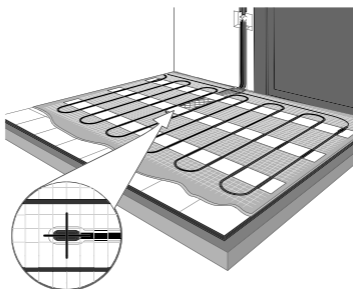

Рис. 3
9. Уложите нагревательный мат. Проследите, чтобы место расположения датчика температуры оказалось на равном расстоянии между витками нагревательного кабеля (рис. 3).